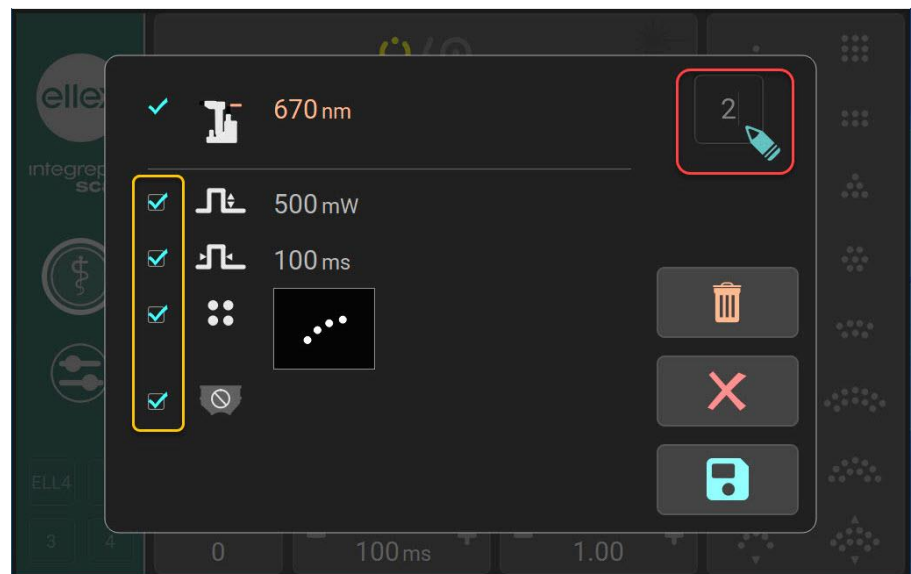

Figure 5-2
- (Optionnel) Par défaut, ces paramètres de mémoire de traitement sont enregistrés sous forme de numéros. Si vous souhaitez les nommer, cliquez sur le numéro (case rouge en surbrillance en Figure 5-2). Un clavier déroulant apparaît. Saisissez jusqu'à 4 caractères alphanumériques et appuyez sur  pour enregistrer le nom.